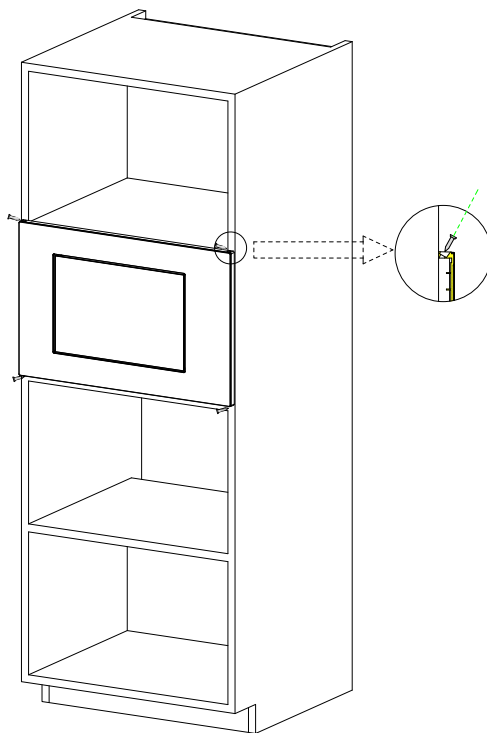

Fig. 2
b) Spingere il forno a microonde fino in fondo. (Fig. 2)